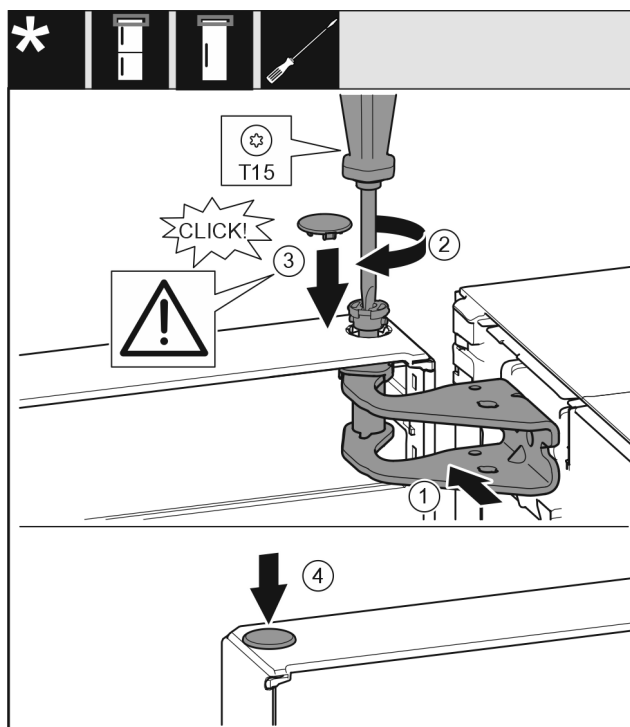

Fig. 22
- Dveře nahoře vyrovnejte s otvorem ve stojanu ložiska Fig. 22 (1).
- Vložte čep Fig. 22 (2) a pevně jej utáhněte šroubovákem.
- Nasad'te kryt Fig. 22 (3).
- Zkontrolujte, zda kryt Fig. 22 (3) doléhá na dveře.
- Nasad'te kryt Fig. 22 (4).